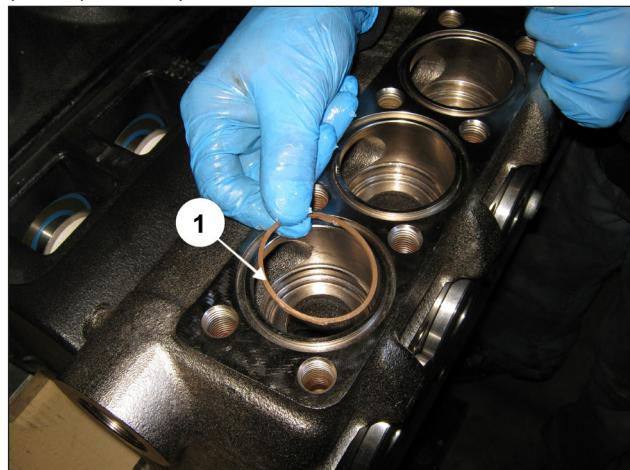

Abb. 142
Setzen Sie den Stützring ein, Pos. 21 Explosionszeichnung (Pos. ①, Abb. 142).